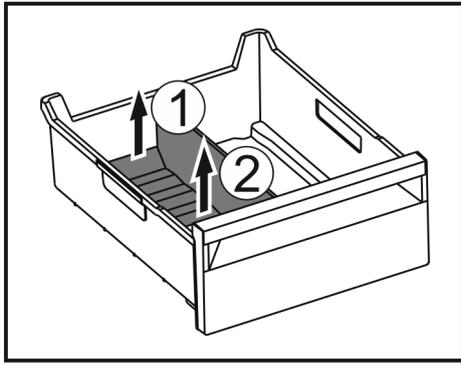

Fig. 147
- ▶ Levantar la parte posterior del separador para congelador. Fig. 147 (1)
- ▶ Extraer el separador para congelador hacia arriba. Fig. 147 (2)